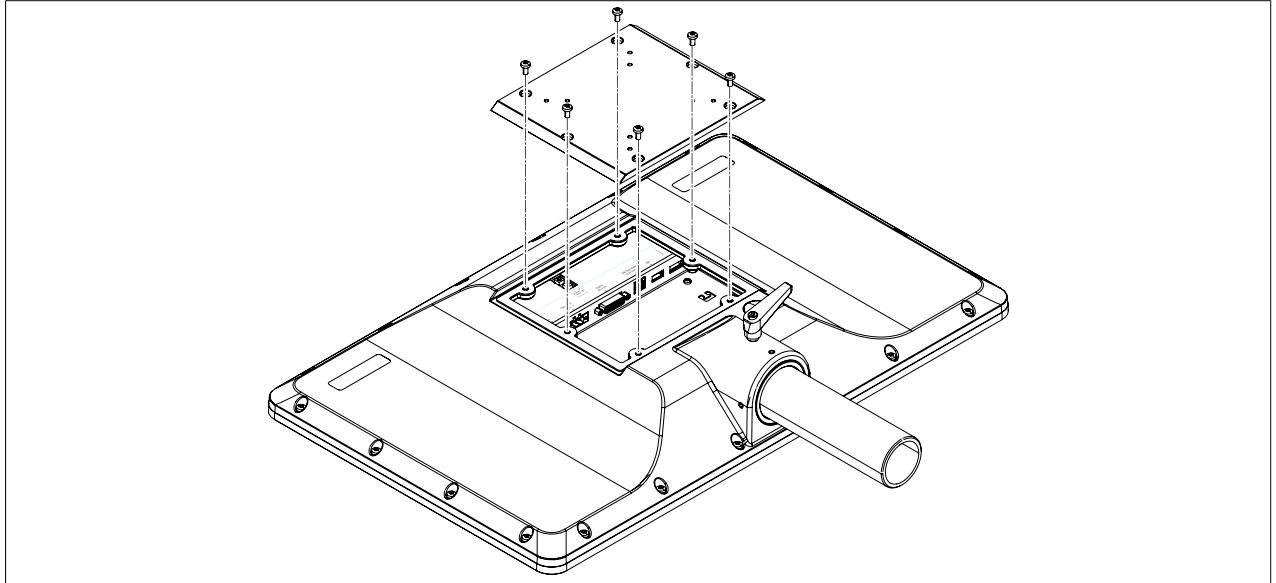

Abbildung 29: Schnittstellendeckel demontieren
1. Schnittstellenabdeckung demontieren (siehe Abb. 29 "Schnittstellendeckel demontieren" auf Seite 38).